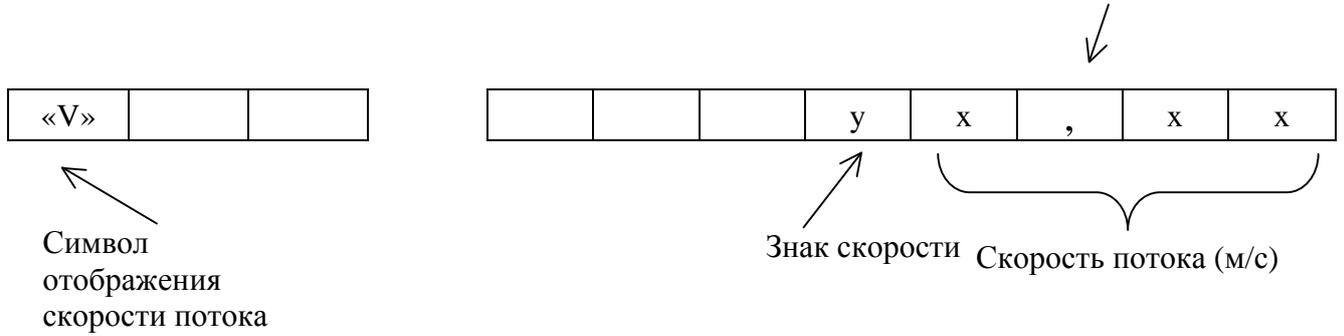

Рис. 16. Отображение скорости потока (м/с).
1.5.1.11. Получить данные о скорости потока жидкости (в м/с) в канале можно с помощью пункта «Скорость» диагностического меню. Значение скорости отображается на индикаторе с учетом знака, как показано на рис. 16 и обновляется каждые 20 сек.